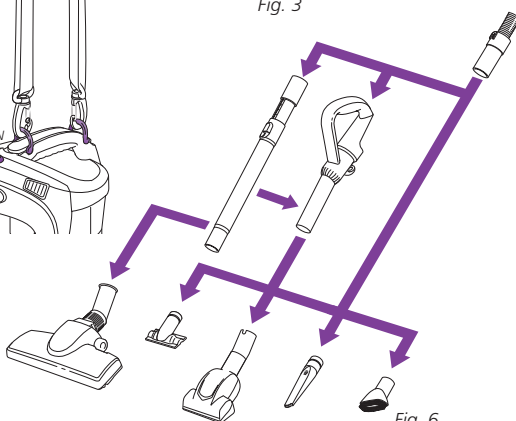

Fig. 6
- 6 Insérez le tube télescopique au boyau flexible. Poussez-le jusqu'à ce qu'il soit bien inséré. (fig. 6)
- 7 Insérez le tube télescopique dans l'extrémité de la poignée pour la trousse de plancher. Poussez-la jusqu'à ce qu'elle soit bien insérée. (fig. 6)
- 8 Installez l'accessoire désiré à l'extrémité du boyau flexible ou du tuyau télescopique en le poussant à l'intérieur jusqu'à ce qu'il soit bien en place. (fig. 6)